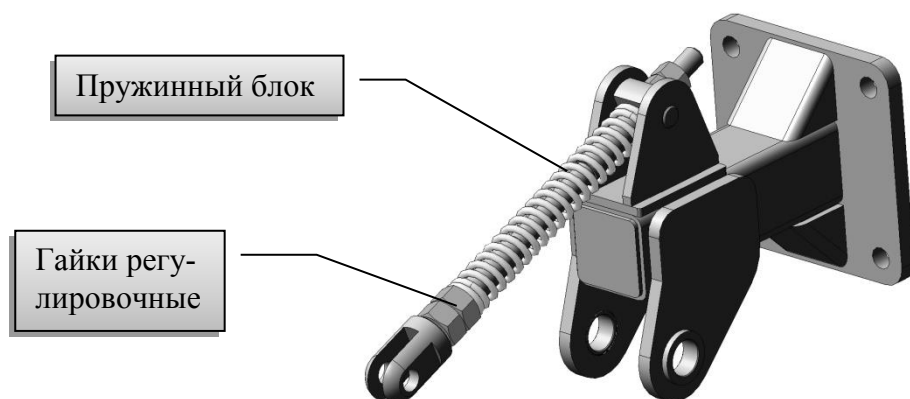

Рис.10 Кронштейн катка крыла
**Кронштейны катка крыла** (рис.10) представляют собой сварную конструкцию с прикрепленными к нему пружинными блоками. Кронштейны крепятся к боковым рамам. Кронштейны служат для присоединения катков к боковым рамам.